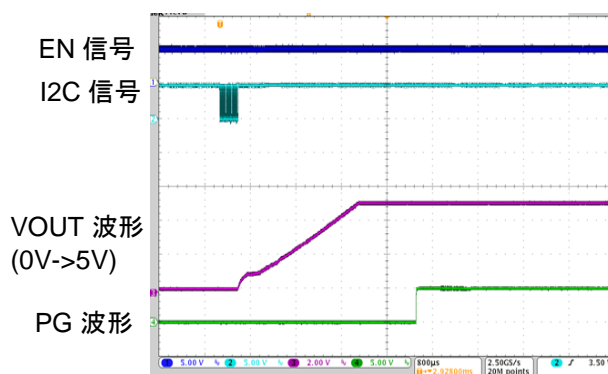

図 2.2 VOUT 起動波形 (起動)
- 5) I2C で DCDC_ON レジスタの DCON ビットを”1”にすると、DCDC が起動し、VOUT に指定した電圧が出力されます(図 2.2)。このとき、同時に出力電圧、最大出力電流設定も行います。